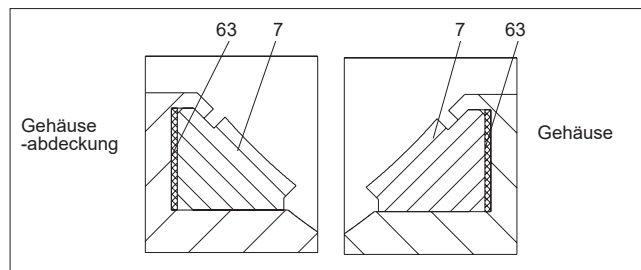

Abb. 22 K-Sitz (2")
- Setzen Sie die Gehäuseabdichtung (63) in die Gehäusemulde. Dann setzen Sie den Sitz (7) in die Gehäusemulde, siehe Abb. 22.
- Setzen Sie die Gehäuseabdichtung (63) in den Kugelsitz (7), siehe Abb. 22. Setzen Sie den Sitz in die Gehäuseabdeckung (2). Sichern Sie den Sitz mit einem Spezialwerkzeug, siehe Anleitung in Abschnitt 4.9.4.